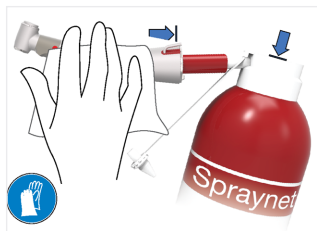

FIG. 6
5. Sélectionner l'embout approprié puis pulvériser l'intérieur de l'instrument avec du Spraynet (FIG. 6).